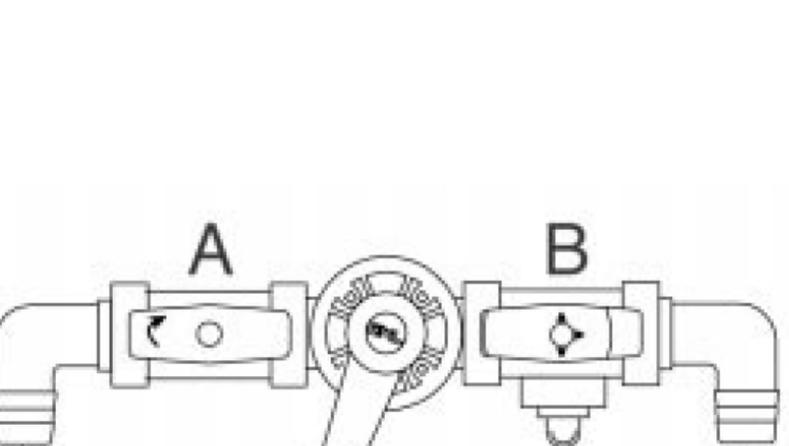

Fig. 3
2. Промойте оборудование чистой водой: Направьте регулятор потока (I) на двойной клапан (A) и откройте двойной клапан. Вставьте тройной клапан (B) как показано на рис. 3.